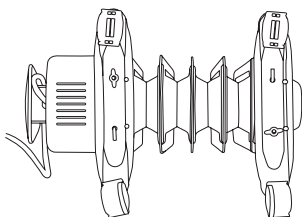

Рис. 4
1. Соединить одну из опорных ножек (2) с двумя роликами (1).
2. Закрепить гайками (3).
4. Перевернуть обогреватель нижней частью вверх, как показано на Рис. 4.
5. Продеть металлический держатель (4) через фиксатор.
6. Прикрепить опорную ножку с колесиками посредством металлического держателя (4)